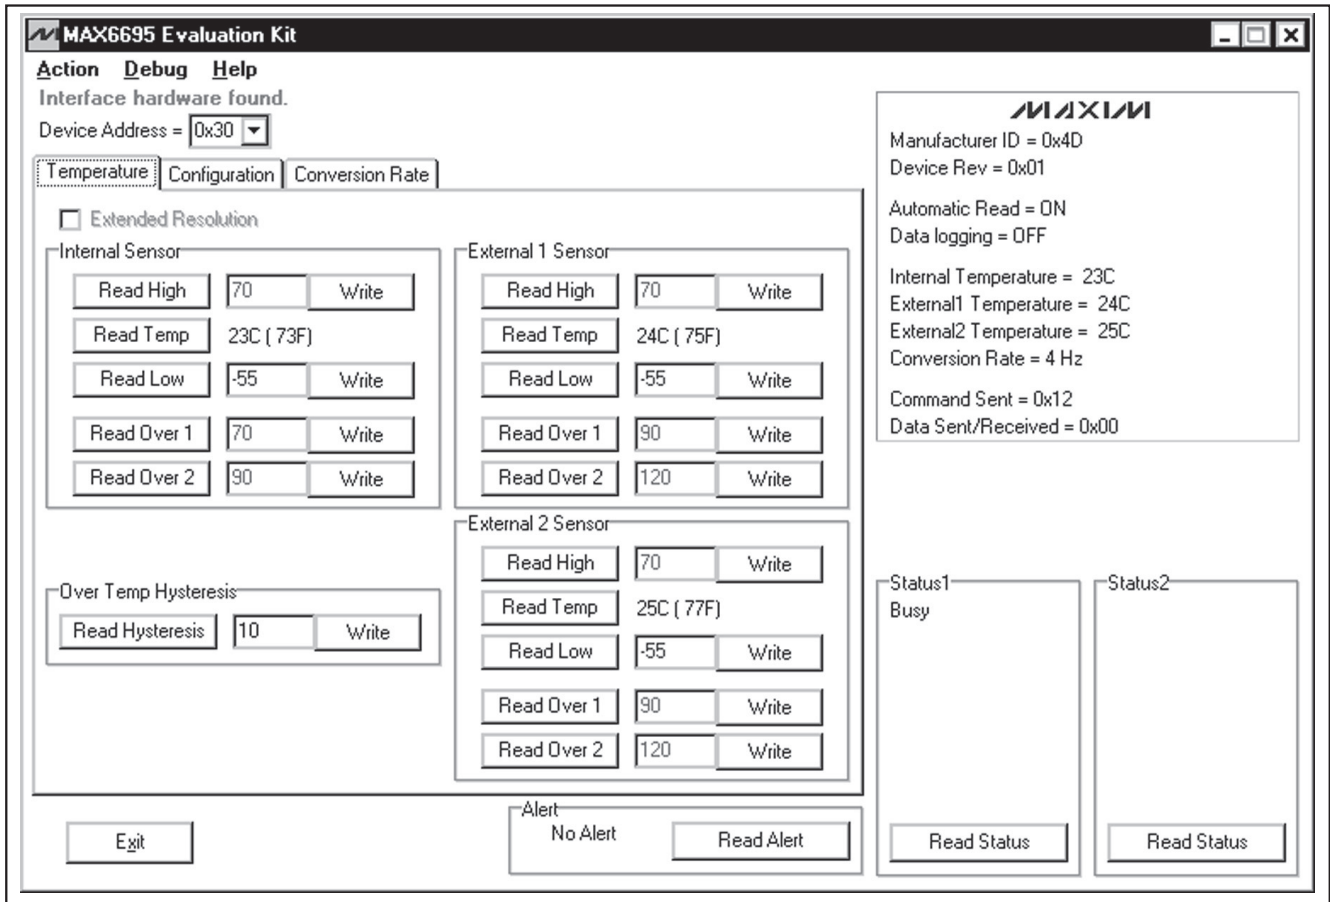

图1. MAX6695评估软件的主窗口
- 9) 等待程序自动检测MAX6695的地址并显示其用户接口面板(图1)。
MAX6695监测其自身温度和外部二极管的温度。所有温度测量都具有8位或11位(扩展)分辨率; 8位分辨率具有1°C/LSB的温度分辨率。扩展分辨率具有0.125°C/LSB的温度分辨率。选择**Extended Resolution**检查框(图1)使能扩展分辨率, **注意**: 扩展分辨率仅在转换速率为2Hz或更低时提供。
点击**Read Temp**按钮可读取温度值(图1), 温度值显示在按钮的右侧。
点击**Read High**、**Read Low**、**Read Over1**或**Read Over2**按钮可分别读取高温、低温和过热门限(图1), 数值(摄氏度)显示在按钮右侧。在相应的编辑区输入数值(摄氏度)可以修改高温、低温和过热门限。在输入新的数值之后按下输入键, 更新内部寄存器。
点击**Read Hysteresis**按钮读取滞回寄存器(图1)，其数值(摄氏度)显示在按钮右侧。